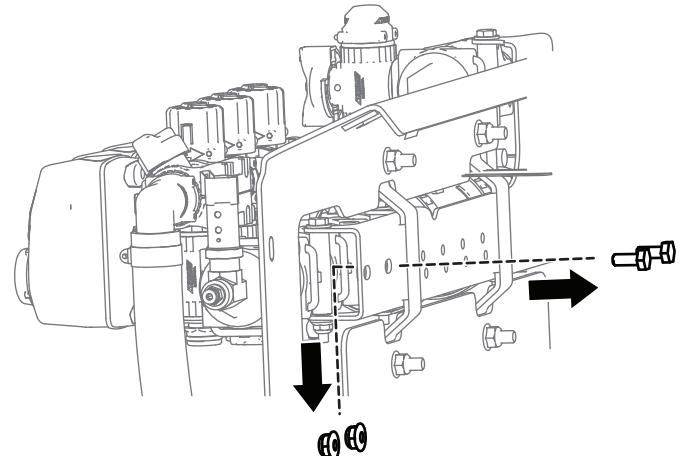

Figure 26
2. Retirez les fixations existantes, comme montré à la Figure 26.